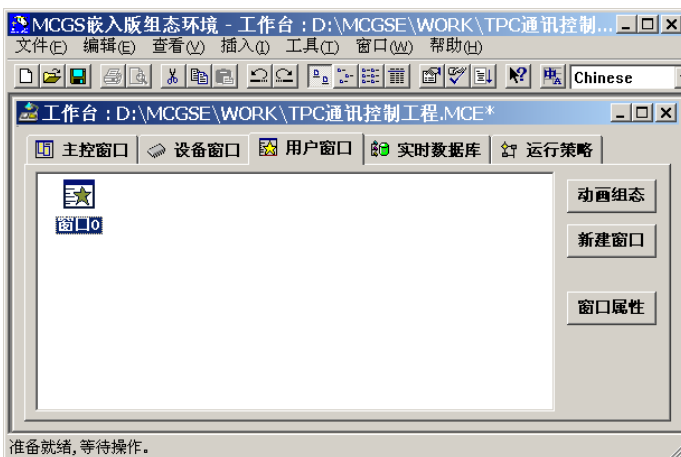

图 4
(1) 在工作台中激活用户窗口，鼠标单击“新建窗口”按钮，建立新画面“窗口 0”，如图 4 所示。